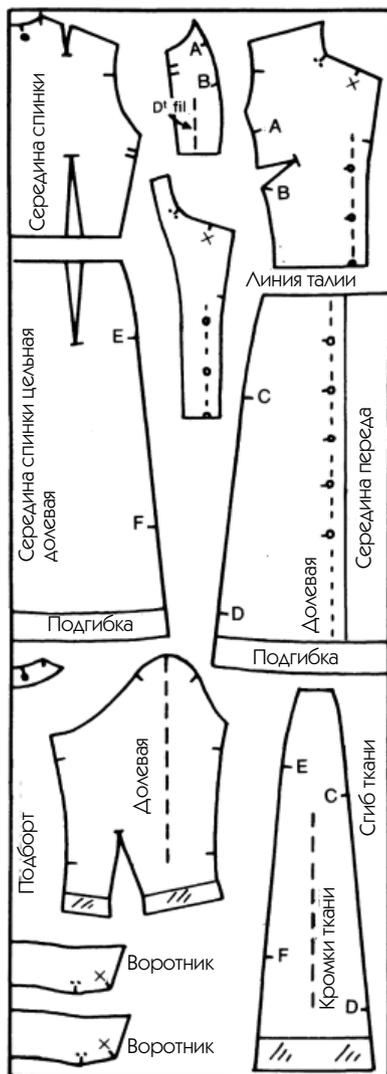

Рис. 34
РАСПОЛОЖЕНИЕ ЛЕКАЛА НА ТКАНИ (РИС. 34)
На схеме раскроя (рис. 34) — лекало без припусков на швы. Если на вашем лекале имеются линии швов, то разные детали должны быть расположены вплотную друг к другу.
2. Расположите лекало так, чтобы расход ткани был экономичным, учитывая полезные обозначения: долевая нить (= направление кромки) или цельная долевая нить (= то же направление, но на сгибе ткани). Возьмите в качестве примера схему, изображенную на рис. 34.
2. Метраж тот же, что на рис. 34, но с максимальной экономией ткани, разложенной в один слой.
Эти точки наносятся на лекало, как показано на рис. 34. Взгляните на буквы А, В, С и т. д. После раскроя делают небольшие надрезы на местах швов на ткани, рядом с обозначенными на лекале точками.
— Если каждая из половин лифа разделена на несколько частей (как, например, на рис. 34), то соедините их, согласно нанесенным меткам, сколите булавками и т. д.
— Если у юбки имеется застежка на срединной линии переднего полотнища, как намечено на лекале, представленном на рис. 34, и если вы не собираетесь устраивать примерку, то можете прямо сейчас приступить к первому этапу выполнения обтачных петель (см. данную главу). В данном случае, в отличие от лифа, подборт является цельнокроемым, пока что не нужно загибать его.
— Если предусмотрена застежка (как на рис. 34), подготовьте примерку, сметав каждую половину лифа с соответствующей половиной полотнища юбки, затем подогните и временно заметайте подборт юбки.